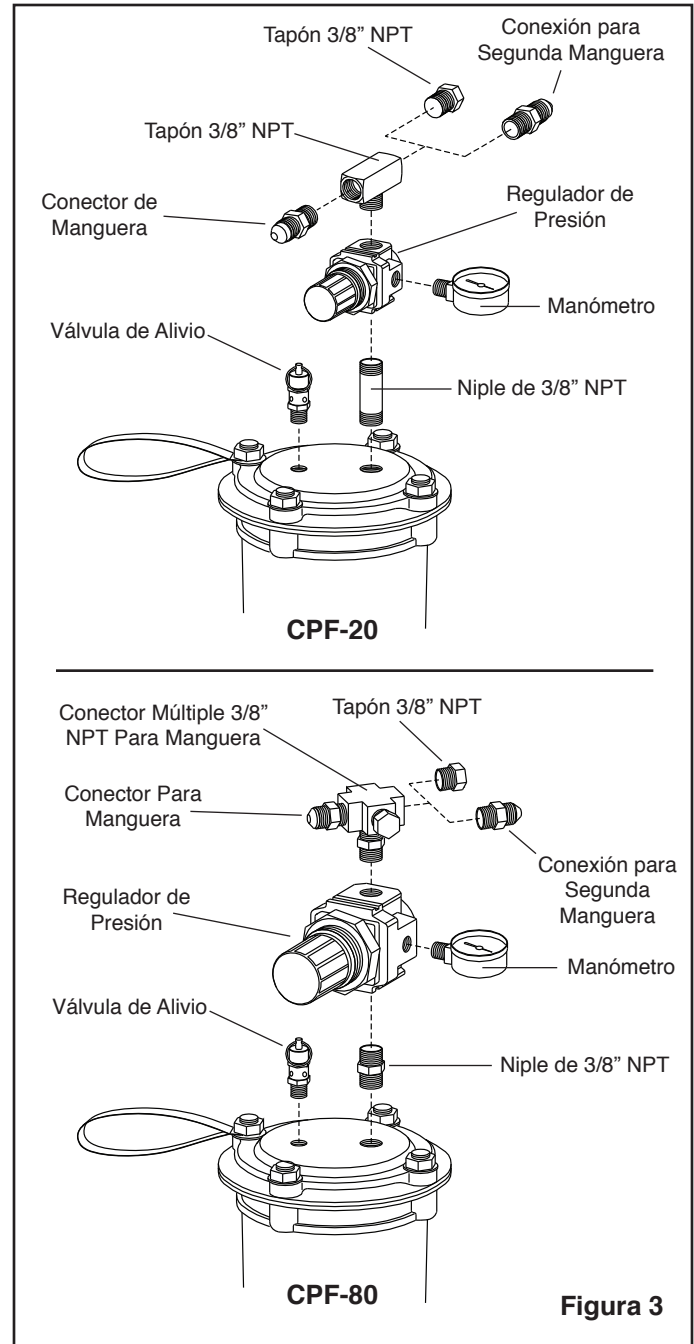

Figura 3
2.2 Ensamble del Regulador, Ref. Figura 3